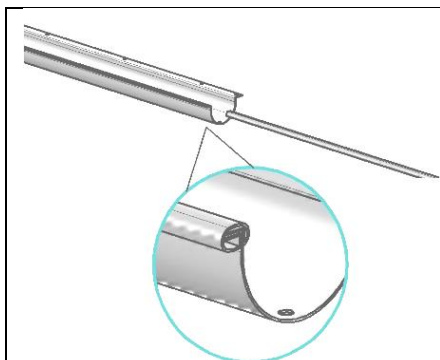

Рис. 14
5.5.2 На лоток (поз. 6) надеть молдинг (поз. 7), (см. рис. 14 и.14а).
Рис. 14а